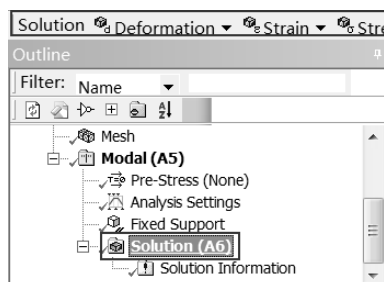

图 6-22 Solution 工具栏
Step1：选择 Mechanical 界面左侧 Outline（分析树）中的 Solution（A6）选项，此时会出现如图 6-22 所示的 Solution 工具栏。